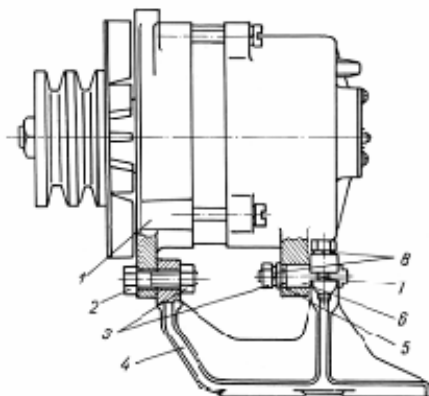

Рис. 70. Крепление генератора на двигателе:
- 1 Вставить палец 6 (рис. 70) в отверстие задней крышки генератора и закрепить гайкой 3 с шайбами 5 и 8.